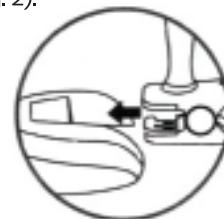

Fig. 1
1. Se debe fijar la pinza a la BASE DE PLÁSTICO (solo modelos con base) (ver Fig. 1).